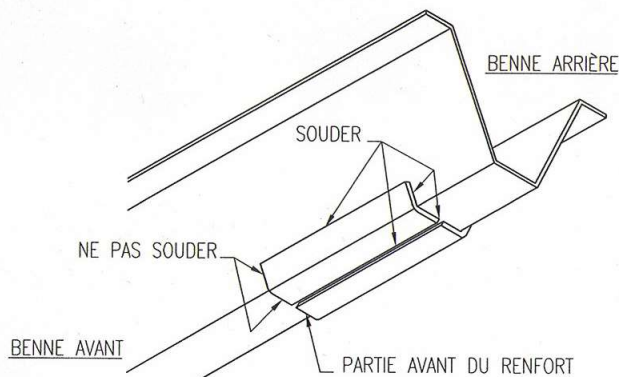

Figure 11 – Soudage des renforts
Localisez le renfort au point (C) puis, soudez les renforts sur les longerons, tel qu'indiqué à la figure 11. Ne **jamais** souder la partie avant du renfort car cela occasionnera au longeron, une faiblesse et pourrait fissurer. En aucun cas, le renfort ne doit **jamais** être coupé.